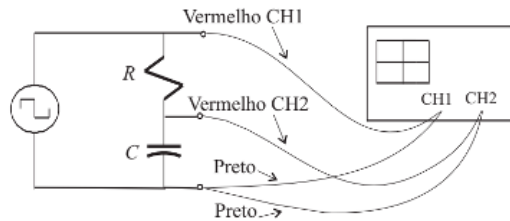

Figura 2: Conexão do circuito RC ao osciloscópio
- Monte o circuito da figura (Figura 2) mas não conecte ainda os fios do osciloscópio. Utilize a placa de ligações, os componentes disponíveis e anote os valores de  $R$  e  $C$  em uso.